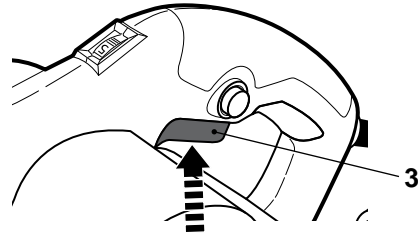

Fig. 13
- > Allumez l'appareil en appuyant sur le bouton marche/arrêt [3] (Fig. 13).